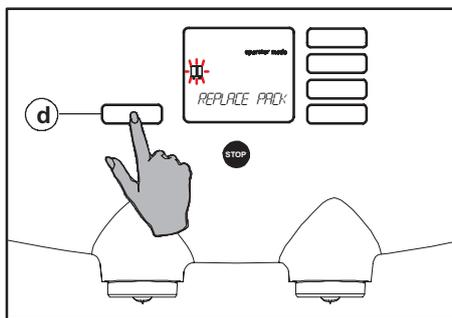

Fig. 48 Remise en place du pack
11. Appuyez sur le bouton Enter (fig. 48 d).
21. L'affichage indique : "PLACER À D." + . Appuyez sur le bouton "entrée" (fig. 48 d).
23. Appuyez sur le bouton Enter (fig. 48 d). L'écran affiche : "APP. RINCAGE".
24. Appuyez sur le bouton Enter (fig. 48 d). L'écran affiche : "RINCER" et le message clignotant "CAUTION: HOT LIQUIDS". L'eau de rinçage s'écoule dans le récipient.
28. Appuyez sur le bouton Enter (fig. 48 d). L'écran affiche : "APP. RINCAGE".
29. Appuyez sur le bouton Enter (fig. 48 d). L'écran affiche : "RINCER" et le message clignotant "CAUTION: HOT LIQUIDS". L'eau de rinçage s'écoule dans le récipient.